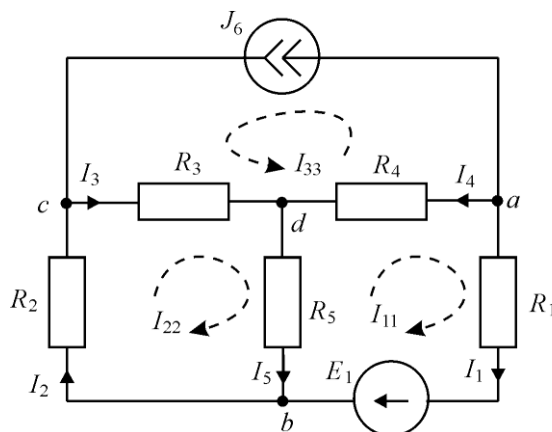

Рис.1. Электрическая схема
9. Исследовать режимы работы активного двухполюсника (см. рис.1,а) на любой схеме замещения (признак согласованного режима - это передача от активного двухполюсника к нагрузке максимальной мощности);
10. Построить графики ВАХ и мощности P при изменении тока I (см. рис.1,б). Все исследуемые схемы необходимо поместить в отчет. Записать в форму табл.2 показания приборов. Сделать выводы по работе.
Составим систему уравнений для расчета схемы (рис.1)
Программа расчета электрической цепи в Matlab (см. рис.1) методом контурных токов имеет вид: